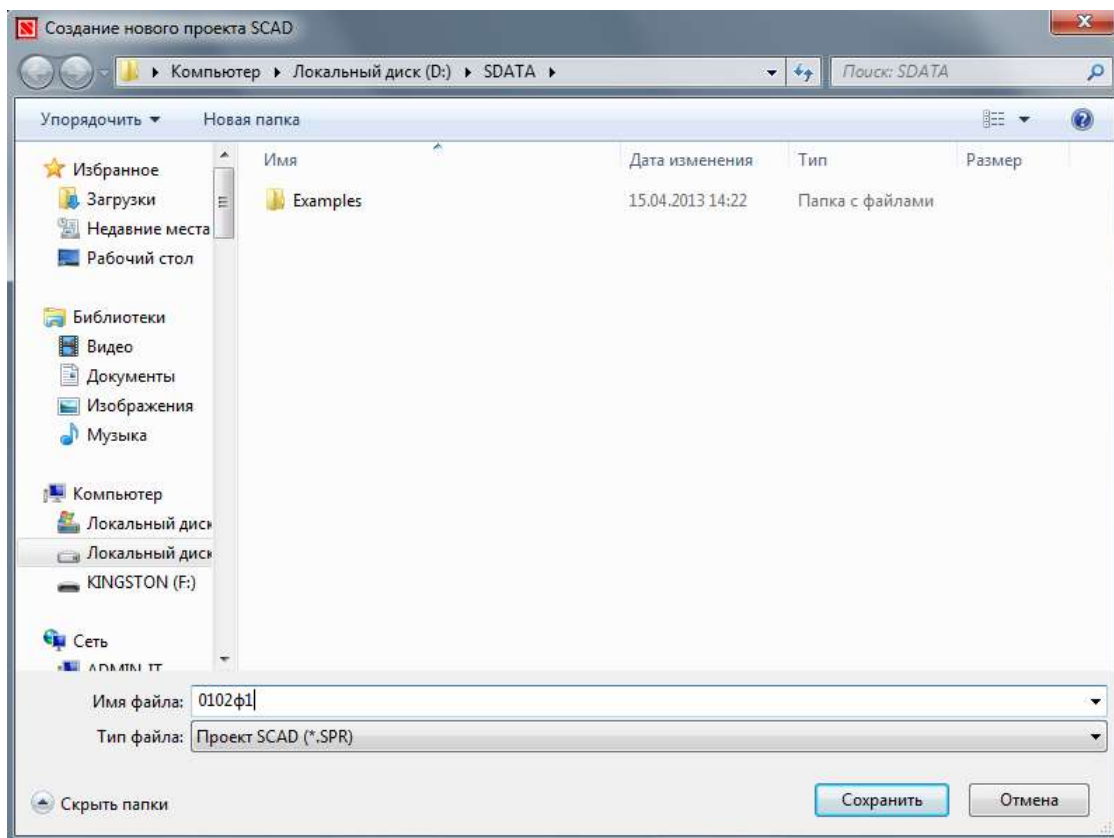

Рисунок 3.4- Диалоговое окно для сохранения файла с новым проектом
3. Далее для сохранения введенных данных о новом проекте курсор в диалоговом окне подводится к кнопке *ОК* и нажимается левая кнопка мыши. На экране появится окно *Создание нового проекта SCAD*, где в поле *Имя файла* необходимо ввести имя файла, содержащего будущий проект SCAD и нажать кнопку *Сохранить* (рис. 3.4). При этом файл будет сохранен (по умолчанию) в папке *SDATA* на диске *C*.